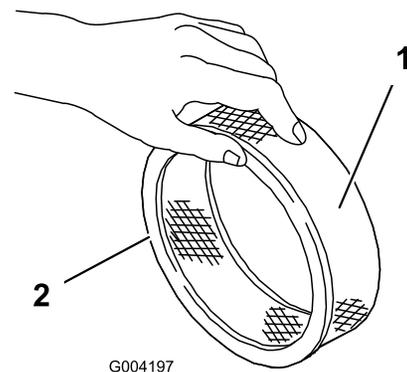

Bild 16
5. Untersuchen Sie den Papierfilter auf Risse, einen öligen Film und Schäden an der Gummidichtung (Bild 16).
1. Schieben Sie den Schaumvorfilter vorsichtig auf den Papierfilter (Bild 16).